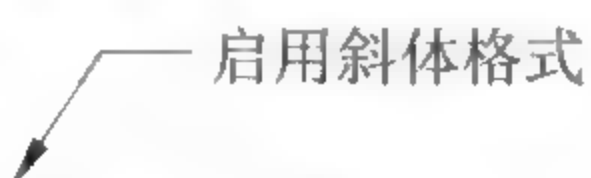

图5-103 启用斜体
- 【斜体】按钮：为选中的文字添加或禁用斜体格式，如图5-103所示。